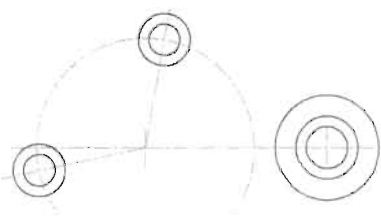

图 5-187
(7) 按空格键继续执行 C 命令, 分别以圆与辅助线的交点为圆心绘制两个半径为 6mm 和 10mm 的同心圆, 命令执行过程如下, 如图 5-187 所示。